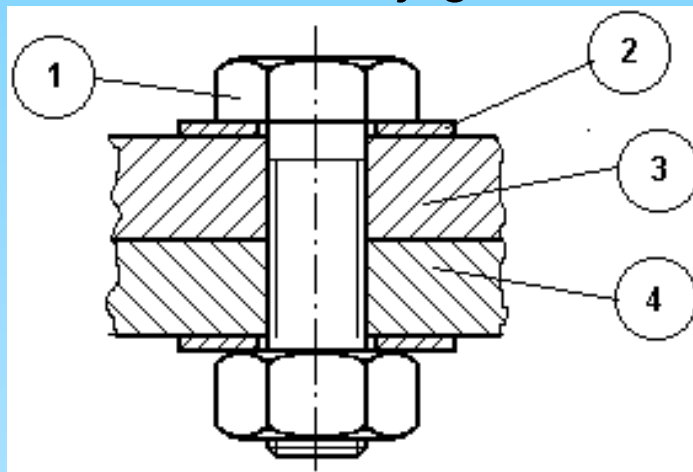

Figura 1
- Consideremos um conjunto porca-parafuso que fixa as peças 3 e 4 e que será apertado com um conjugado C, mostrado na figura 1.